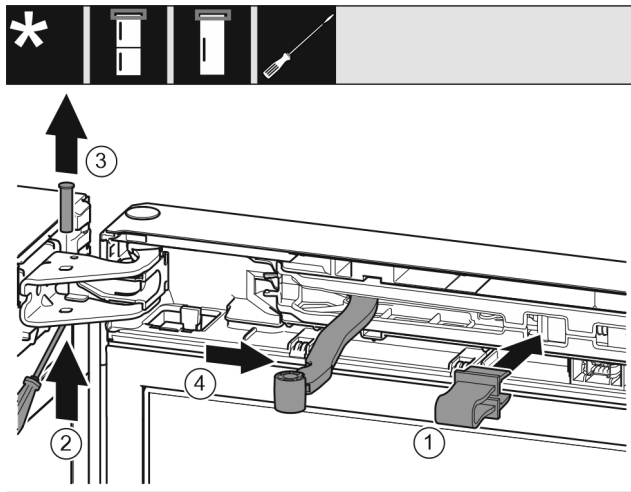

Fig. 8
- ▶ Зафіксуйте запобіжник в отворі. Fig. 8 (1)
- ▶ Виштовхніть палець за допомогою викрутки. Fig. 8 (2)
- ▶ Вийміть гвинт рухом нагору. Fig. 8 (3)
- ▶ Поверніть шарнір у напрямку дверцят. Fig. 8 (4)